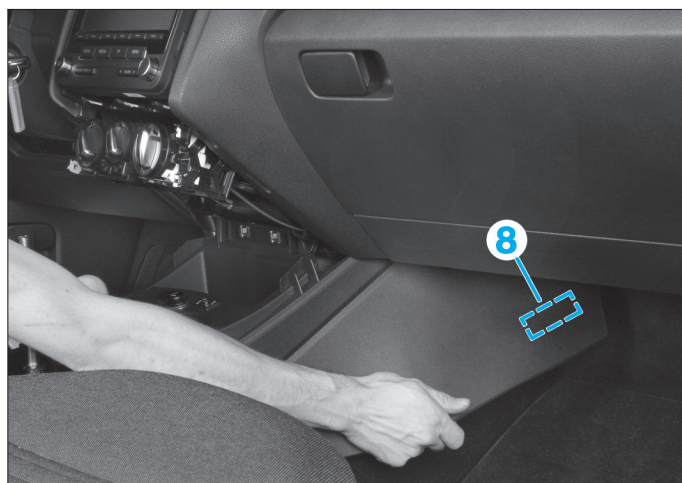

FIG. 17
- De chaque côté, détacher les bandes auto-agrippante (8) sur les extrémités de la console centrale (Fig.17).